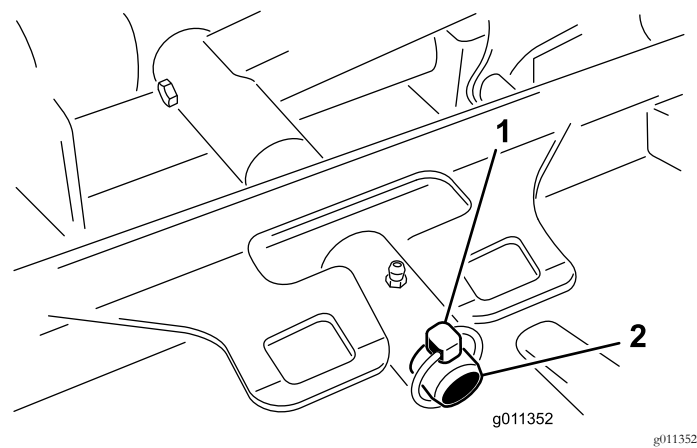

图72
3. 卸下将刀盘承载架固定至提升臂枢轴销的保险销仅限 Groundsmaster 4500 机器或锁紧螺母用于 Groundsmaster 4700 机器 图72。
2. 将刀盘承载架滑动至提升臂枢轴销上 图72。用保险销用于 Groundsmaster 4500 机器或锁紧螺母用于 Groundsmaster 4700 机器将刀盘固定到枢轴销上。